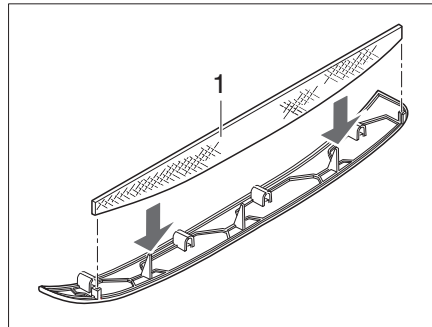
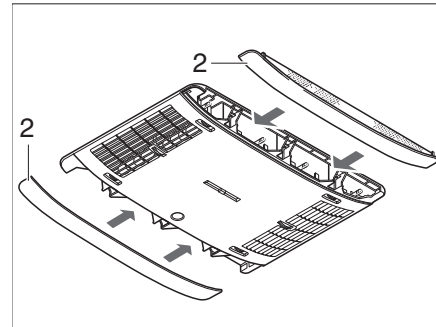

Fig. 366 Filtro di lanugine impianto di climatizzazione
Fig. 367 Pannelli impianto di climatizzazione
Nei pannelli laterali (Fig. 367,2) si trovano due filtri della lanugine. I filtri della lanugine devono essere sottoposti a pulizia e, se necessario, a una sostituzione a intervalli regolari, comunque almeno ogni 6 mesi.
- Estrarre i pannelli (Fig. 367,2) dal distributore dell'aria e pulire i filtri della lanugine (Fig. 366,1) o, se necessario, sostituirli.